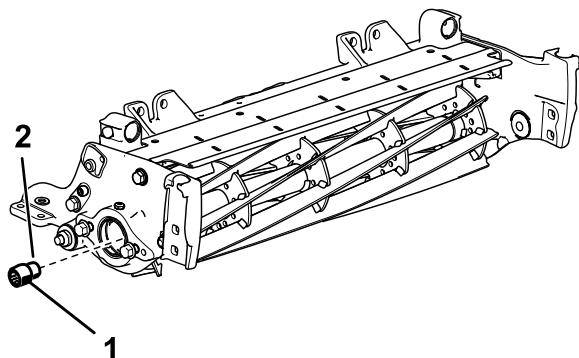

Рисунок 3
5. Снимите имеющиеся шлицевые вставки с каждого конца вала барабана, используя инструмент для ведущего вала барабана (№ по каталогу TOR4112 для 5-дюймовых барабанов и № по каталогу TOR4074 для 7-дюймовых барабанов). См. Рисунок 3